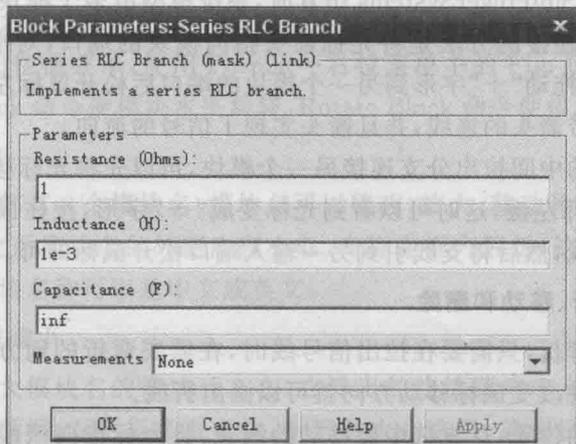

图 1-4 阻感性负载参数设置
(3) 模块参数设置。单击 Series RLC Branch、AC Voltage Source 模块,打开模块对话框,进行如图 1-4、图 1-5 所示的参数设置。